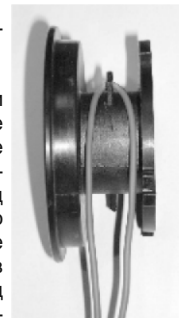

Рис.6
3. Вставьте середину лески в одну из прорезей центральных выступов шпульки **2.1** (см. рис.2 и рис.6), которые разделяют ее секции, и одновременно наматывайте каждый конец лески в своей секции шпульки, причем (**внимание!**) направление намотки должно совпадать с направлением стрелки **2.11**. Желательно использовать «рядную» намотку, т.е. когда плотно, виток к витку, наматывается один ряд витков, затем поверх первого наматывается второй ряд витков и т.д., до полного заполнения секции. В результате, после намотки необходимо оставить свободные концы лески длиной, приблизительно, по 20 см, которые нужно зафиксировать в прорезях диаметрально расположенных выступов **2.2**. Заведите каждый конец лески в свое отверстие **2.10** шпулькодержателя **2.4** и установите шпульку в шпулькодержатель (см. раздел **ПОДГОТОВКА К РАБОТЕ**, пункт **Проверка режущей головки**).